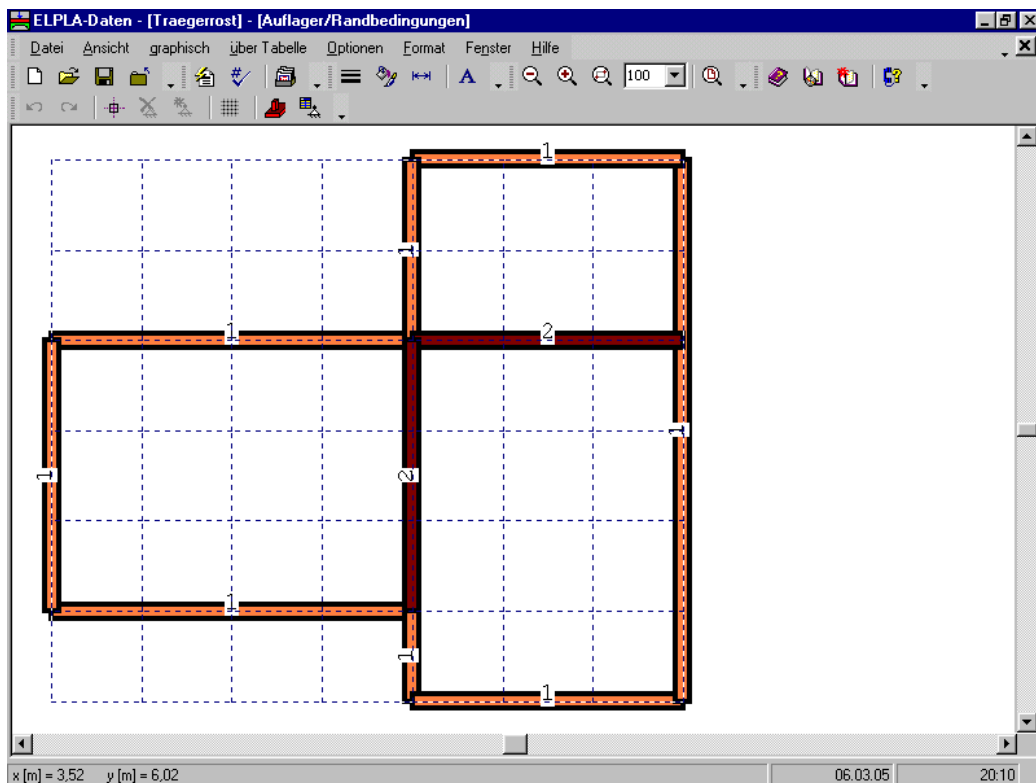

Bild 4-18 Eingebettetes Programm "Auflager/ Randbedingungen"
- Wählen Sie "Daten der Auflager/ Randbedingungen" aus dem "Datei"-Menü des *ELPLA-Daten*-Fensters. Das folgende eingebettete Programm im Bild 4-18 erscheint
ELPLA kann die Träger, Auflager und Lasten in einer Darstellung zusammen anzeigen. Dadurch kann der Benutzer während der Eingabe der Stützen oder Lasten leicht die Standorte von Stützen oder Lasten in Bezug auf Träger definieren. Wie in Bild 4-18 gezeigt, werden die Stäbe mit der tatsächlichen Dicke gezeichnet.
- Wählen Sie den Befehl "Zeichnungsparameter" aus dem Menü "Optionen" (Bild 4-18). Das folgende Dialogfeld im Bild 4-19 erscheint